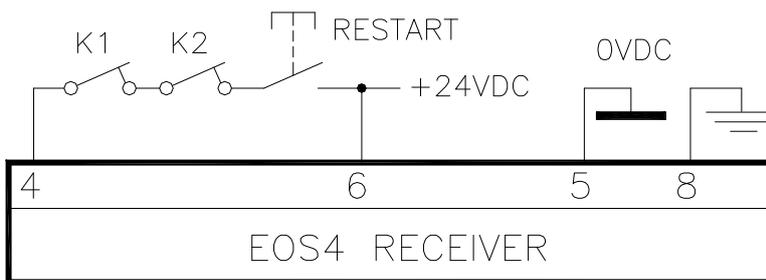

Figura 20 - Manuale con controllo K1K2
- ✦ Nel caso di funzionamento manuale, inoltre si rende necessaria la presenza del pulsante di RESTART in serie ai contatti N.C. (feedback) dei contattori esterni K1/K2 (Figura 20).